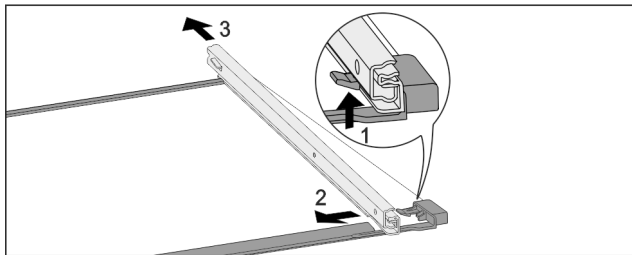

Fig. 67 Стъклена плоча с релси
- ▶ Натиснете нагоре предните фиксиращи палци. Fig. 67 (1)
- ▶ Плъзнете изтеглящата релса настрани Fig. 67 (2) и назад Fig. 67 (3).